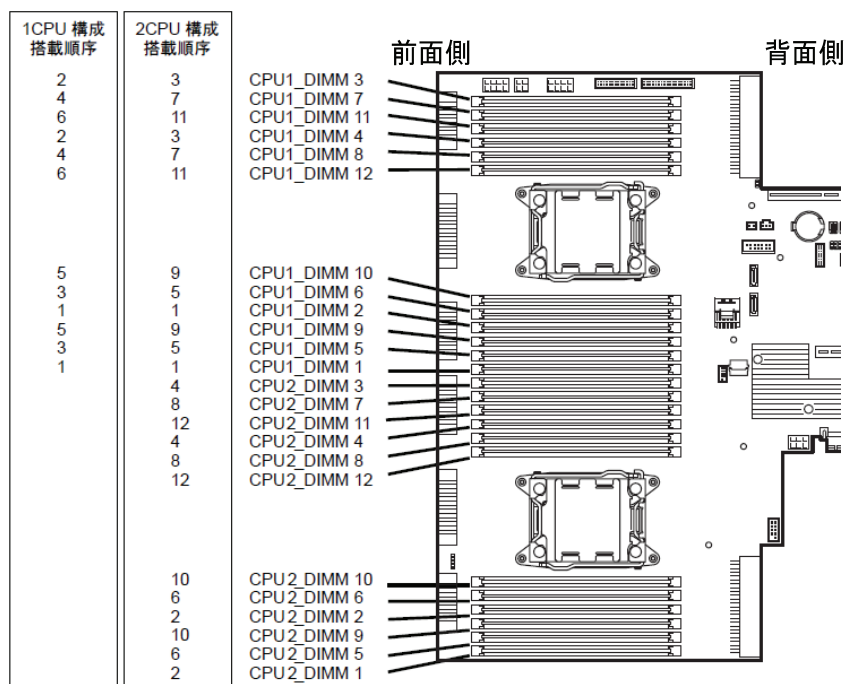

図2.
(4) メモリボードの増設順序
- ・メモリボードは次の順序で増設します。(図2参照)
- ・1CPU構成時は図2の1CPU構成に記載の順序で増設してください。
- ・2CPU構成時は図2の2CPU構成に記載の順序で増設してください。